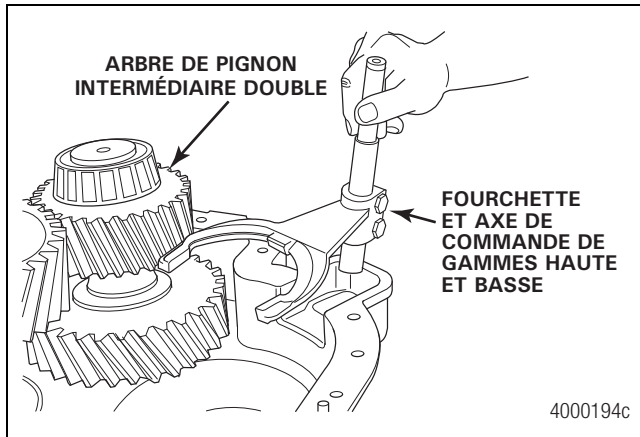

Figure 4.18
8. Retirer la fourchette de commande de gammes haute et basse, l'axe de commande et le collier d'arbre du carter avant de la boîte de transfert. Figure 4.18.